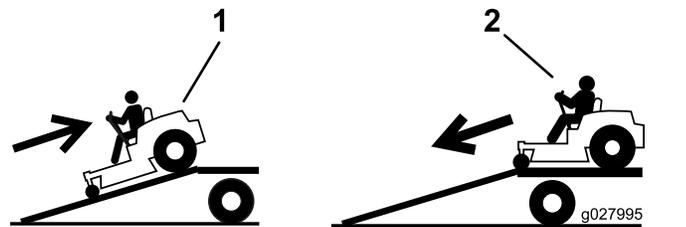

図 27
4. 登りはバックで図 27。
2. 下りは前進で 図 27。